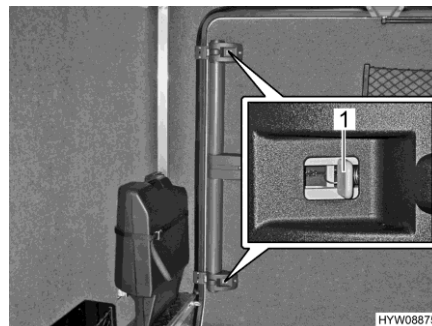

Bild 55 Garagentür (Notentriegelung von innen)
- Am oberen und am unteren Schloss den grauen Schieber (Bild 55,1) in Richtung Türmitte drücken.